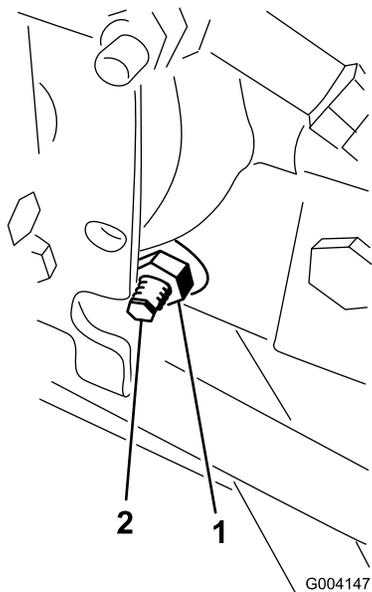

図 79
3. ハイドロスタットの右側にあるトラクション調整カムのロックナットをゆるめる **図 79**。